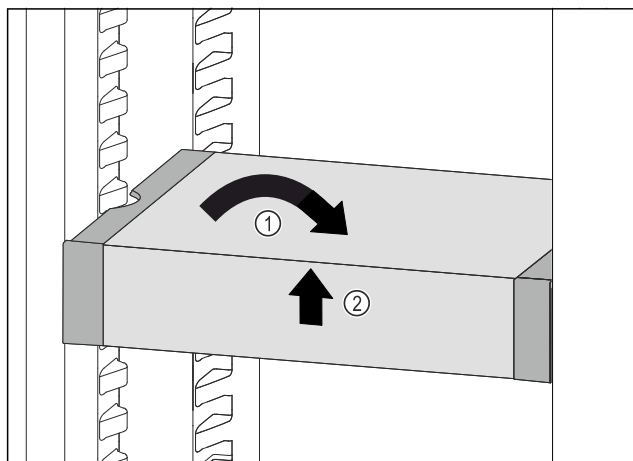

Fig. 151
- Ispravite VarioSafe. Fig. 151 (1)
- Podignite sprijeda VarioSafe. Fig. 151 (2)